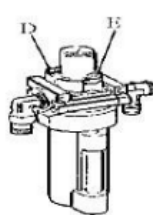

Fig 19
Piesele deteriorate trebuie înlocuite de personal calificat, utilizând piese de schimb furnizate de producător. (Fig. 19)
Verificați nivelul uleiului din lubrifiant. Dacă este necesar, completați cu ulei SAE30. Desfaceți-l cu cheia hexagonală (E). Conform conexiunii de aer comprimat, apăsați mai întâi pedala de deschidere/închidere a fălcilor sau pedala de rotație a platoului rotativ de 5-6 ori, apoi verificați dacă picură o picătură de ulei din generatorul de ceață de ulei (Oil Fog Maker). Pentru funcționarea continuă, ar trebui să cadă o picătură de ulei de fiecare dată când apăsați de două ori pedala; dacă nu, reglați șurubul (D) care controlează alimentarea cu ulei cu o șurubelniță plată. (Fig. 19)